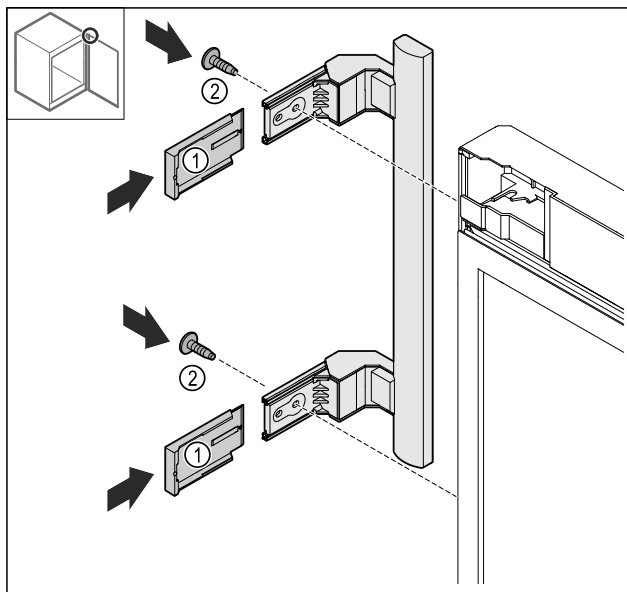

Fig. 20
- ▶ Afdekkingen Fig. 20 (1) terugplaatsen.